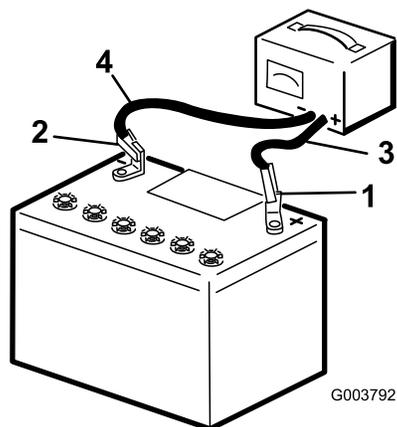

Рисунок 36
2. Заряжайте аккумулятор в течение 10-15 минут током 25-30 Ампер, или 30 минут током 4-6 Ампер (Рисунок 36). Не допускайте избыточного заряда аккумулятора.
- После полной зарядки аккумулятора отсоедините зарядное устройство от электророзетки, а затем отсоедините провода зарядного устройства от штырей аккумулятора (Рисунок 36).